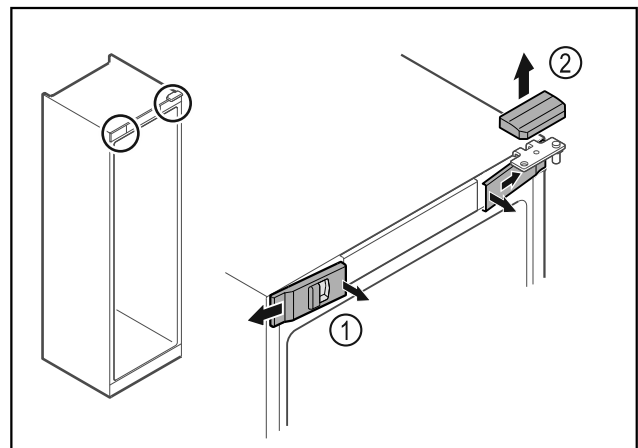

Fig. 4
- ▶ Disinnestare le coperture anteriori Fig. 4 (1) dall'interno ed estrarle lateralmente.
- ▶ Rimuovere la copertura superiore Fig. 4 (2) sollevandola verso l'alto.